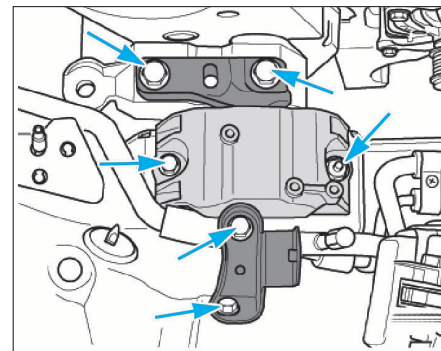

FIG. 13
- Déposer l'ensemble support moteur droit, après avoir repéré la position de ses vis de fixation (Fig.13).